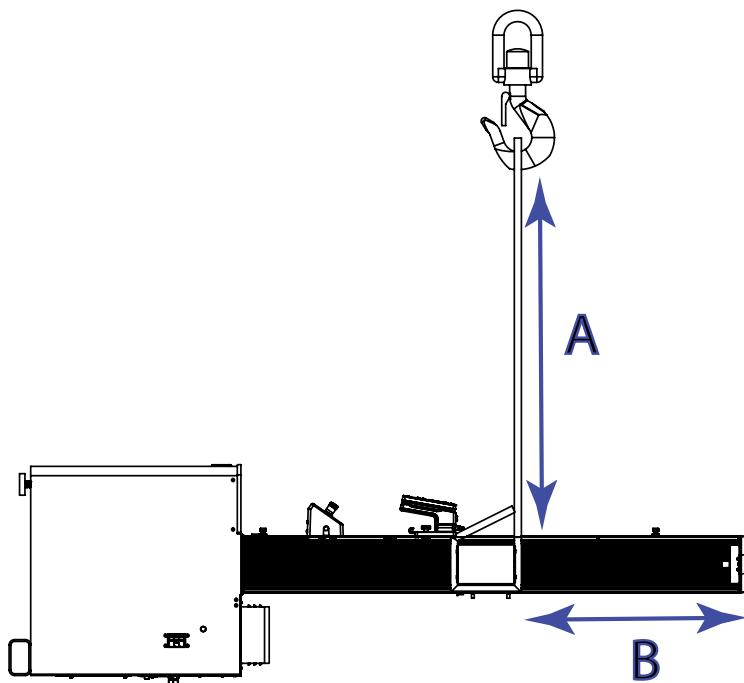

図 24. リフティングスリングの取り付け
2. 82 ページの図 24 に示すように、クロスヘッドにリフティングスリングを 2 本取り付け、クレーン フックに取り付けます。スリングの代わりにチェーンを使用する場合は、クロスヘッドとトップ プレートに保護材を巻き、傷や擦れから保護してください。
スリングの長さ (82 ページの図 24 の A) は、トップ プレートからの必要な距離 (82 ページの図 24 の B) より長くなければなりません。これにより、吊り上げ中にフックがフレームを傷つけることがなくなります。